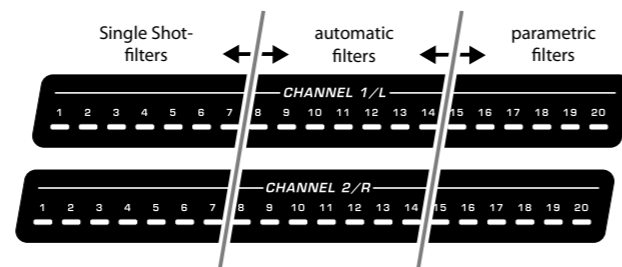

图 4.2: FBQ2496 的不同滤波器类型 (这里是立体声道运行)
- 11 PEQ 在长时按了 PEQ 键后 (PEQ 键上的发光二极管闪烁)、可用旋转钮调节参数滤波器的数量。数量始终从滤波器 20 开始、可逐步增加至滤波器 1 (参见图 4.2)。同时显示设置的单发滤波器。如果只是短时按 PEQ 键 (PEQ 键上的发光二极管发亮)、可用旋转钮选择每个滤波器。这时所选出的滤波器的编号在显示器中显示、该滤波器发光二极管闪烁。现在可显示放大、频带宽度和中心频率这几个参数。
每个通道的 20 个滤波器可划分为单发滤波器、自动滤波器和参数滤波器 (图 4.2)。
自动滤波器的数量不能单独调节。而是从固定滤波器和参数滤波器的数量而得出 (图 4.2)。